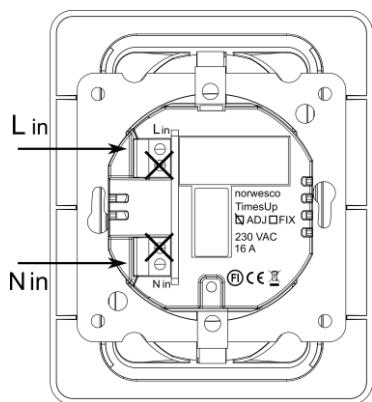

Bild 2
4. Anslut inkommende fas och nolla till ingående kopplingsplint, de yttersta anslutningarna på uttagets baksida märkta L in resp. N in. Se bild 2